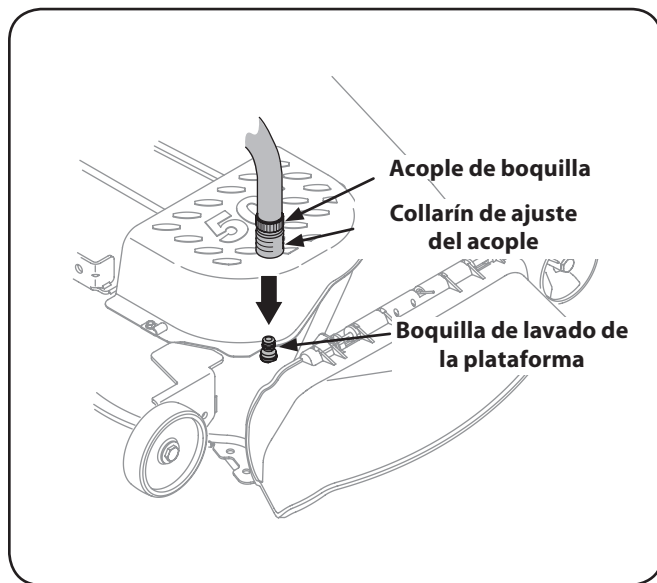

Figura 6-3
- Una el acople de la manguera al puerto de agua que se encuentra a la izquierda en la superficie de la plataforma. Consulte la Figura 6-3.